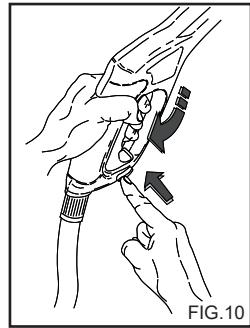

FIG. 10
- Wanneer de hogedruk-waterspuit niet wordt gebruikt, de beveiliging van de handgreep sluiten.(fig.10)